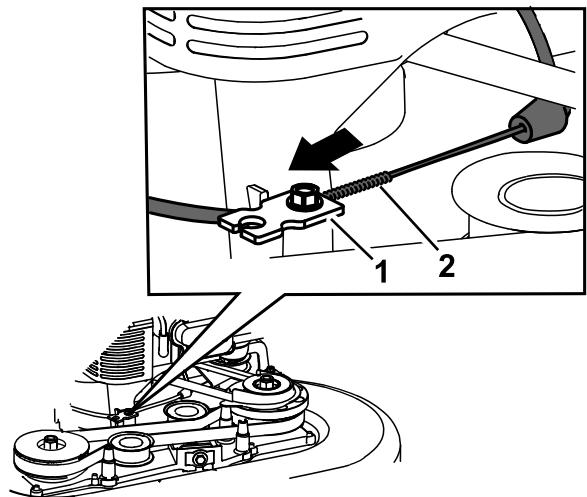

Bild 44
6. Ziehen Sie am Kabelmantel, um das Spiel zu entfernen (Bild 44).